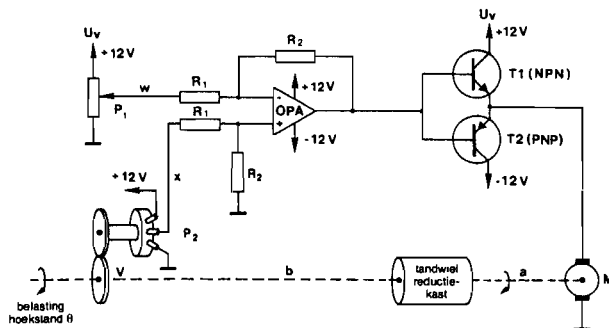

Fig. 1.17
8. Servosysteem, volgsystemen. Fig. 1.17